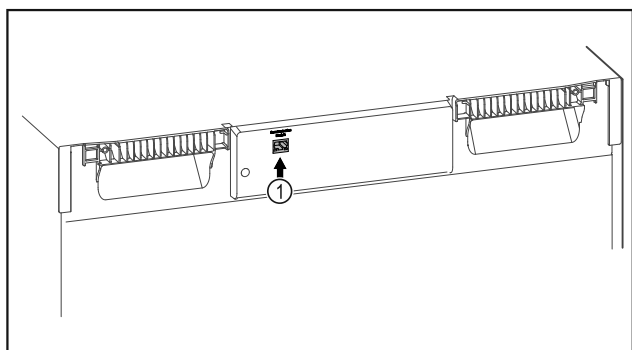

Fig. 102
- SmartModule Fig. 102 (1) 已使用。